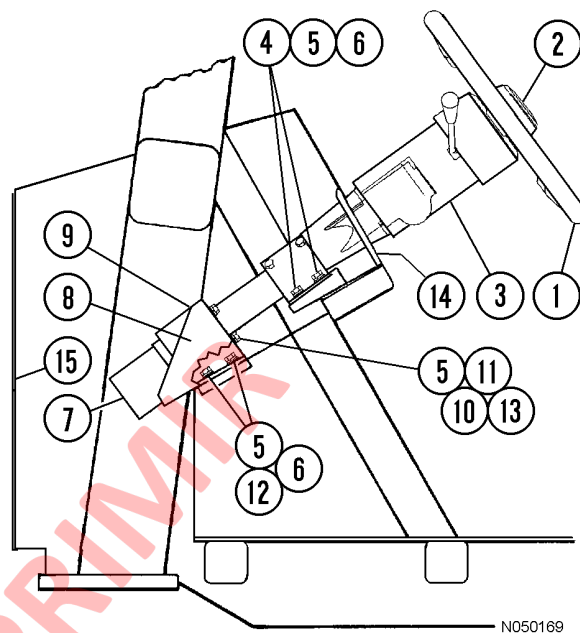

FIGURA 5-2. INSTALACIÓN DE LA COLUMNA DE DIRECCIÓN
3. Desmonte la cubierta de acceso delantera (15, Figura 5-2) de la parte delantera de la cabina del operador.
1. Inserte el tornillo (10, Figura 5-2) con las arandelas de seguridad (11) y las arandelas planas (5) a través de los soportes (8) y (9), luego a través de la brida de la columna de dirección. Coloque la segunda arandela plana (5) y la tuerca (13) en cada tornillo para unir las piezas y apriete firmemente las tuercas.
2. Deslice todo el conjunto por los bloques ahusados hasta que los soportes (8) y (9) toquen la superficie de montaje de la cabina. Instale los tornillos (4) y (12) con las arandelas planas (5) y de seguridad (6) y apriete solo los tornillos (4).
3. Inspeccione los soportes (8) y (9) para verificar si tocan la superficie de montaje de forma pareja, si son planos y si están alineados con la superficie. Si cumplen con estas condiciones, apriete los tornillos (12). Si los soportes no están completamente paralelos, instale arandelas planas entre los soportes y la superficie de montaje según sea necesario para así eliminar cualquier espacio. Apriete los tornillos (12) según el torque estándar.
4. Después de apretar los tornillos (4) y (12) al torque estándar, desmonte las tuercas (13) y las arandelas planas (5) que sostienen la columna de dirección a los dos soportes. No desmonte los tornillos (10) de los soportes.